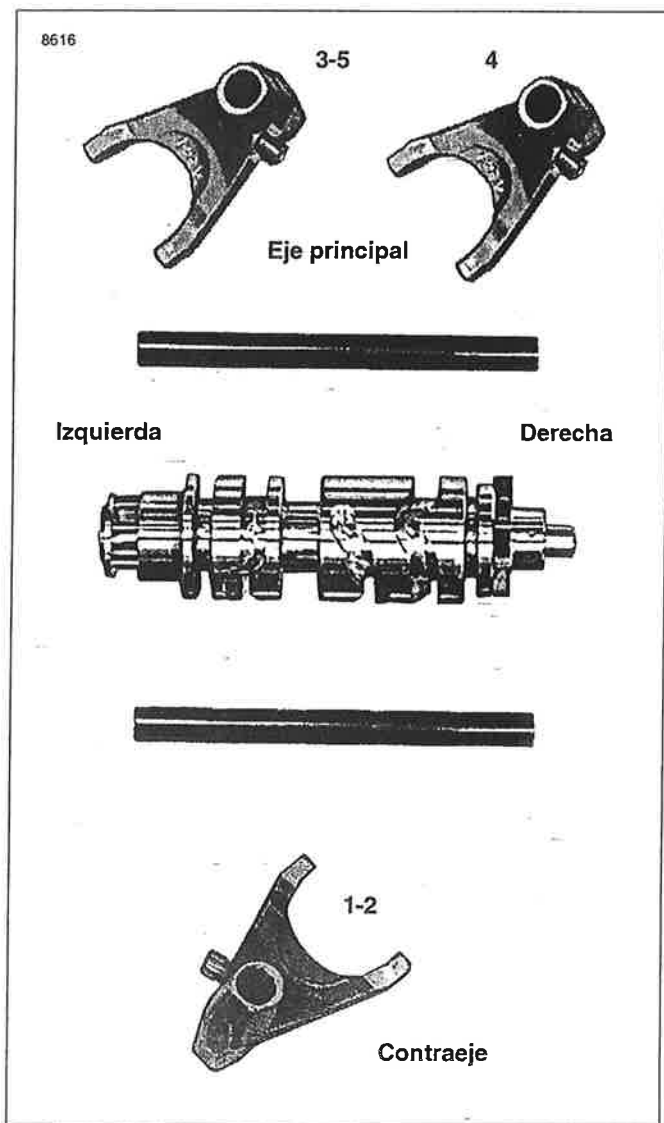

Figura 6-60. Horquillas, tambor y ejes de cambios
- *Vea la Figura 6-60. El diseño de la horquilla permite que las tres horquillas de cambios tengan el mismo número de pieza. Sin embargo, en tanto funciona la transmisión, cada horquilla de cambios desarrolla un patrón específico de desgaste con sus piezas de acoplamiento. Por esta razón, es importante que cada horquilla de cambios se vuelva a instalar en su lugar original.*